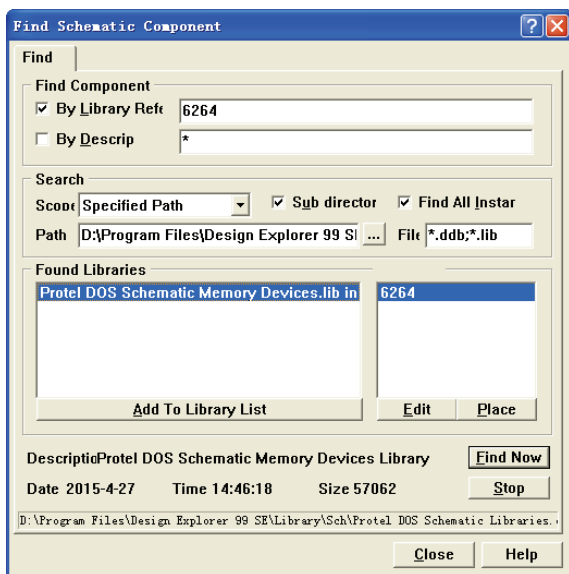

图 4-128 “Find Schematic Component” 对话框
(1) 执行“Tools”→“Find Component”菜单命令或在“Browse”栏单击 **Find** 按钮,系统弹出如图 4-128 所示的查找元件对话框。